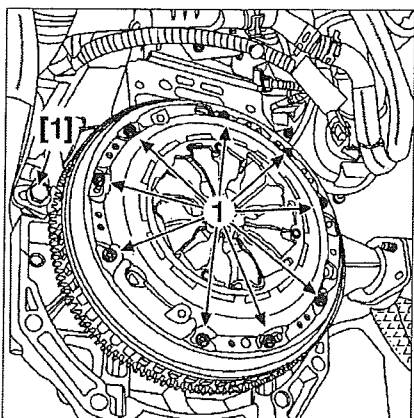

FIG. 1
- Bloquer le volant moteur à l'aide de l'outil d'immobilisation du volant moteur [1] (Fig.1).
- Desserrer progressivement et par passes successives les vis de fixation (1) du mécanisme puis dégager le dernier en récupérant le disque.